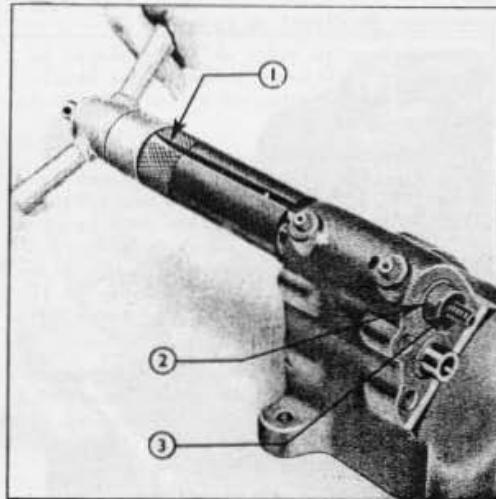

Fig. 22
10. Fixer l'extrémité filetée courte de l'extension T-8510-1/b à l'outil principal T-8510; introduire l'extension à travers le coussinet du clapet de commande, de telle manière que l'outil principal demeure à l'extrémité avant du cylindre. Visser l'écrou spécial T-8150-1/h sur l'extrémité filetée arrière de l'extension jusqu'à ce qu'il prenne appui normalement sur la face arrière du coussinet du clapet de commande, la petite partie conique à la face antérieure de l'écrou pénétrant dans le coussinet pour centrer l'outil. Actionner l'écrou à ailettes de l'outil et extraire le coussinet (fig.22). Dévisser l'écrou spécial et extraire le coussinet de l'extension.